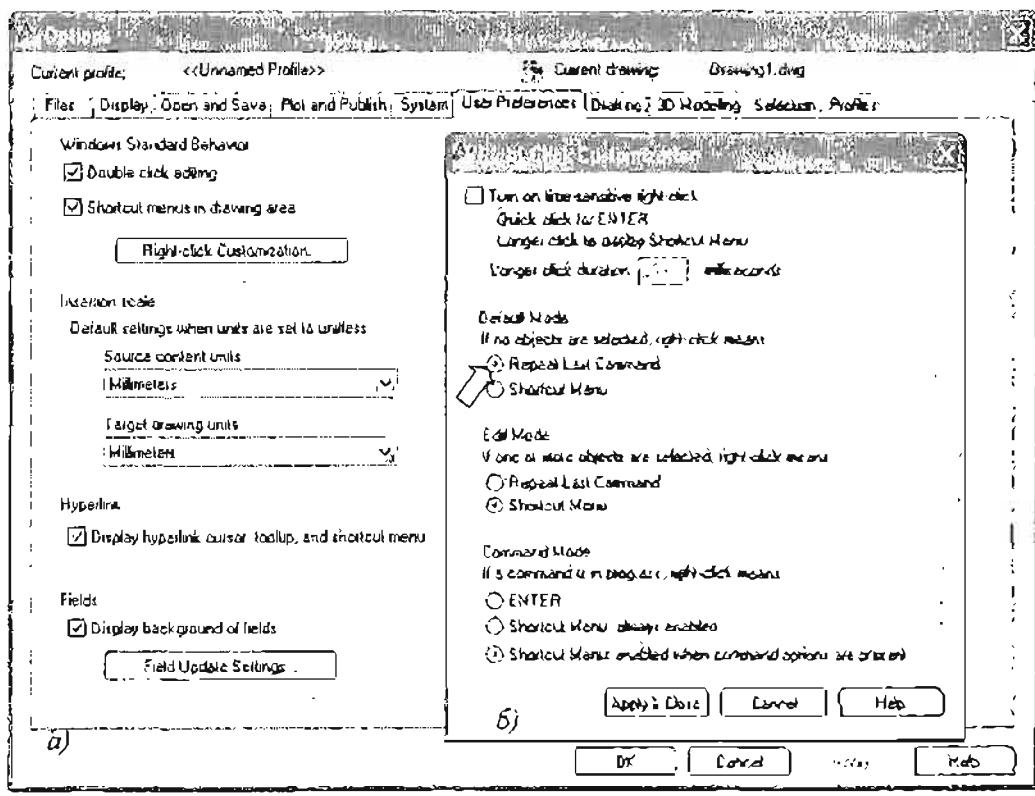

Рис. 1.18. Диалоговое окно настройки пользовательских параметров и правой кнопки мыши
5. Выберите в этом окне вкладку **User Preferences** (Пользовательские). Появится диалоговая часть окна, предназначенная для настройки среды рисования по усмотрению пользователя (рис. 1.18 а).
7. Щелкните мышью на кнопке **Right-click Customization**. Появится диалоговое окно **Right-click Customization** (Обработка нажатий правой кнопки мыши) (рис. 1.18 б).
На рис. 1.18 б, приведена рекомендуемая настройка правой кнопки мыши – вызов контекстного меню в командном режиме, повтор последней команды при отсутствии выбранных объектов и выполняющихся команд. В этом режиме при щелчке правой кнопкой мыши в рабочей зоне после выхода из команды происходит ее повторный вызов.